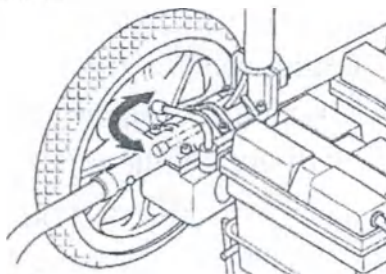
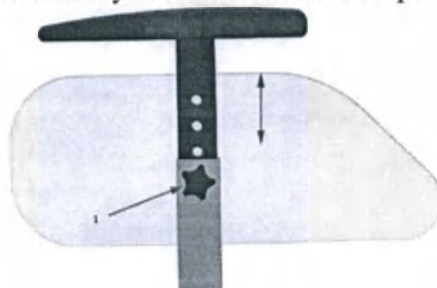

Рис.1.4
Рис.1.8
5.3.4 Отключение электропривода позволяет перемещать кресло сопровождающему лицу. Поверните рукоятку сцепления (Рис.1.4), при этом электроколяска снимается с тормоза. Теперь её можно передвигать с помощью помощника. Сопровождающее лицо может приводить кресло в движение и управлять им с помощью ручек управления, находящихся за спинкой кресла.
5.4.5 Кресла оснащены съёмными подлокотниками, имеющими мягкие накладки на поручнях. Для снятия подлокотника, разожмите барашек (поз.1, рис.1.4) и поднимите подлокотника вверх. Подлокотники регулируются по высоте. Для регулировки подлокотника по высоте ослабьте барашек 1 (рис.1.8) и извлеките его из отверстия, потом отрегулируйте высоту относительно отверстий. Затяните барашек.